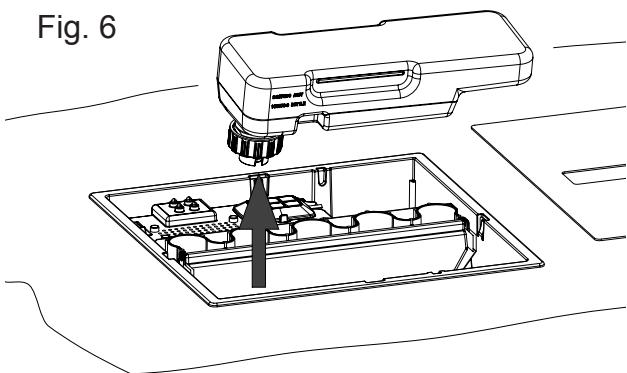

Fig. 10
5. Coloque el tanque de agua en el sumidero, con el tapón del tanque de agua hacia abajo y el lado plano del tanque hacia afuera. **Consulte la Fig. 10.**